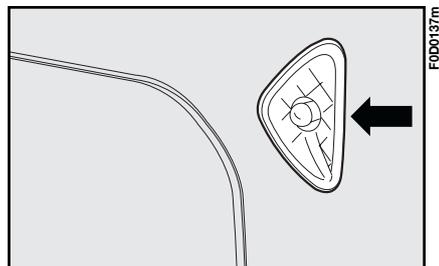

fig. 18
- 1) empuje la pantalla transparente en el sentido indicado en la **fig. 18**